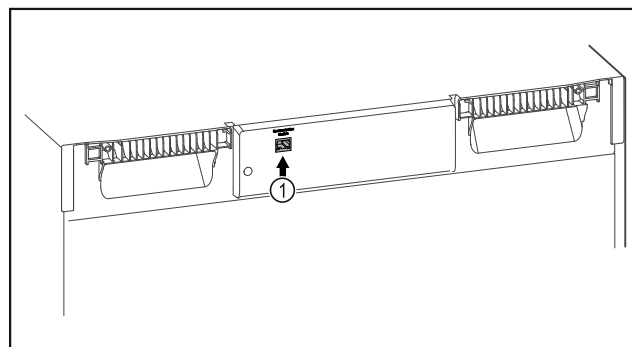

Fig. 127
- SmartModule Fig. 127 (1) установлен.